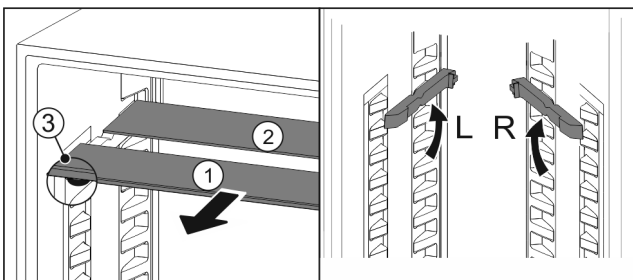

Fig. 69
- ▶ estrarre i ripiani di vetro singolarmente tirando in avanti Fig. 69 (1).
- ▷ Il piano in vetro Fig. 69 (1) con il motivo ornamentale è nella parte anteriore.
- ▷ I fermi Fig. 69 (3) sono rivolti verso il basso.